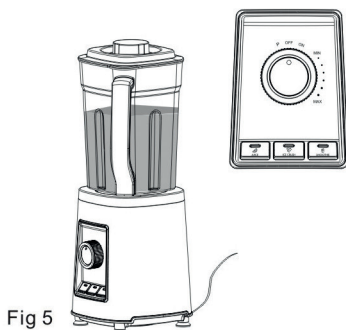

Fig 5
- Vri funksjonsvelgeren (14) til ON, og velg ønsket program eller valgfri trinnløs innstilling. Miksingen starter. Fig. 5.